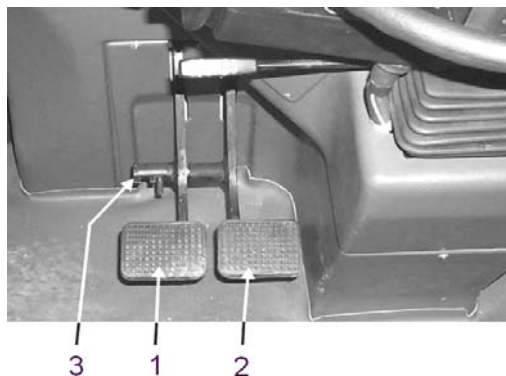

Рис. 5.14. Педали тормозные
Рабочий тормоз приводится в действие из кабины оператора с помощью двух педалей тормоза (левой и правой). Торможение машины можно осуществлять или обеими педалями одновременно, или только одной из них. При нажатии на левую педаль (1, Рис. 5.14) происходит затормаживание заднего левого колеса. При нажатии на правую педаль (2, Рис. 5.14) происходит затормаживание заднего правого колеса. Если шкворень (стержень) (3, Рис. 5.14), соединяющий (блокирующий) обе педали, вынут, то педали действуют независимо одна от другой. Если же соединительный шкворень (3) вставлен во втулки педалей, то обе педали действуют одновременно, как одно целое. При этом достаточно нажать только на одну из педалей для того, чтобы достичь эффекта затормаживания обоими, задними колесами одновременно (выравнивающий клапан, имеющийся в тормозных насосах, выравнивает давление тормозной жидкости, подаваемой к тормозным механизмам обоих колес). Эффективность торможения зависит от величины усилия нажатия на педаль. Чем больше усилие нажатия на педаль тормоза, тем выше эффективность действия тормозов.